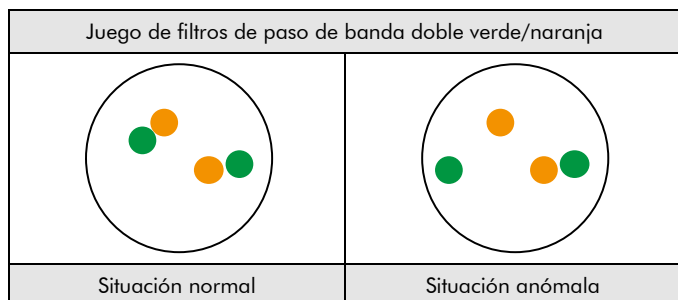

Fig. 2: Resultados previstos en núcleos normales y anómalos
**Situación normal:** En las interfases de células normales o células sin una translocación que afecte a la región del gen PDGFB, aparecen dos señales de fusión verdes o naranjas (ver Fig. 2).
**Situación anómala:** Una región del gen PDGFB afectada por una translocación se indica mediante una señal verde independiente y una señal naranja independiente (ver Fig. 2).